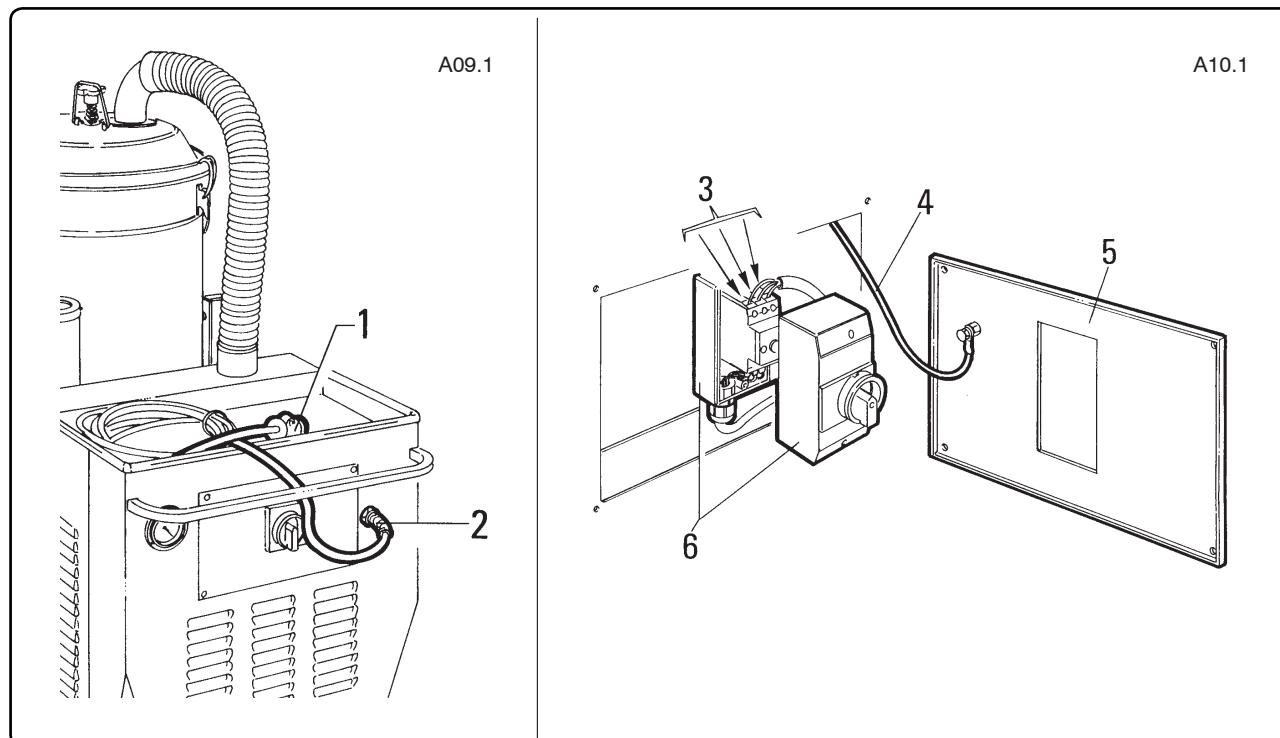

Fig. 3.5.1
**3.5 - Collegamento alla rete elettrica (fig. 3.5.1)****ATTENZIONE !!**
**Connecting to the electricity main (fig. 3.5.1)****ATTENTION!!**
**Conexión con la red eléctrica (fig. 3.5.1)****ATENCION!!**
**Aansluiting op het elektriciteitsnet (Afb. 3.5.1)****WAARSCHUWING!!**